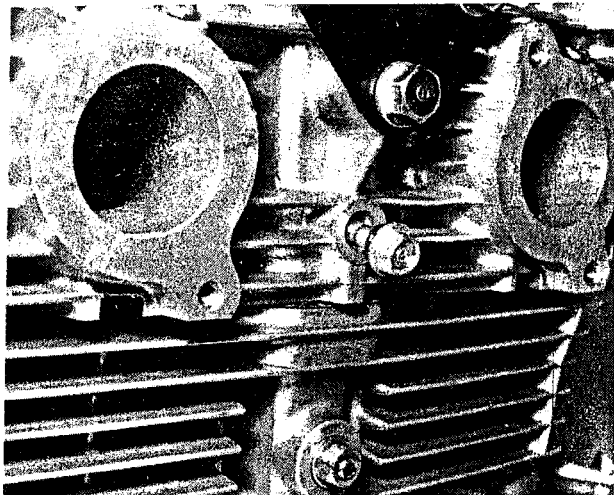

Bild 153
- Die obere Schraube des Kettenspanners einsetzen und festziehen; den O-Ring nicht vergessen (Bild 153).